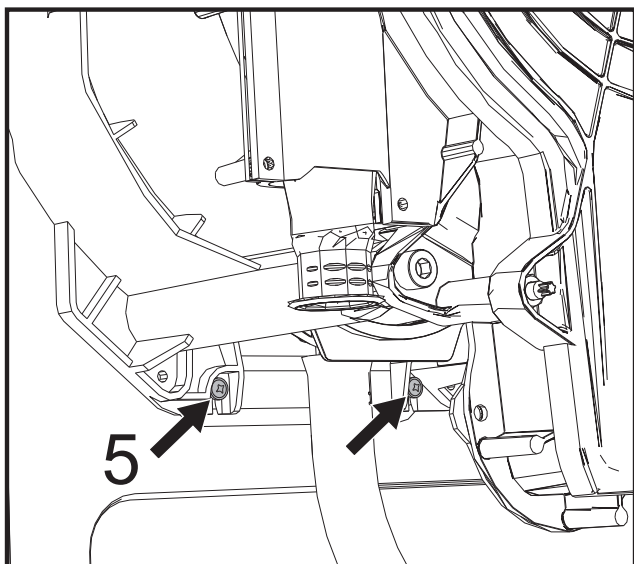

рис. 48
- Снимите 2 **нижних винта 5** крепления теплообменника к раме (рис. 48).